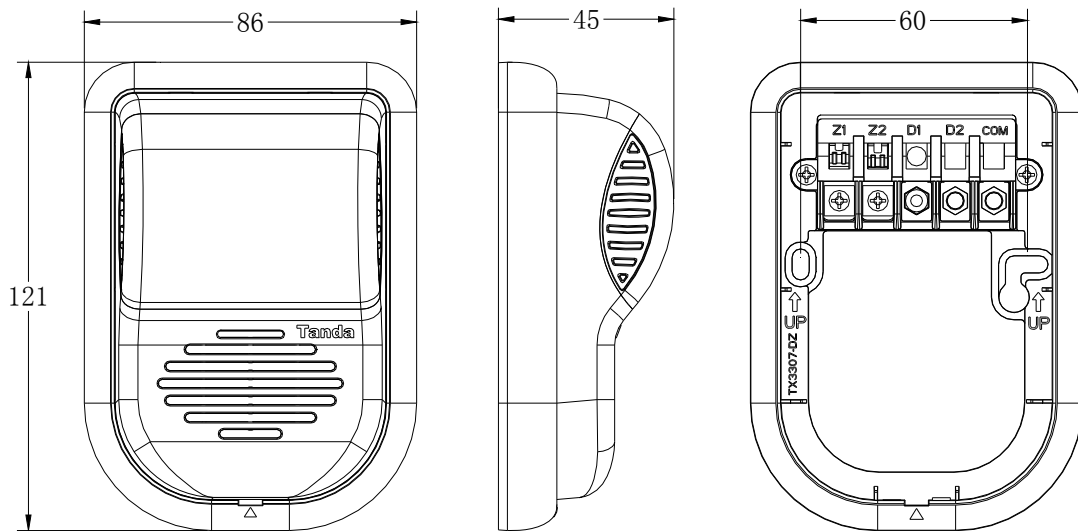

图 1 外形尺寸及安装尺寸示意图
1. 声光报警器的外形尺寸及安装尺寸如图 1 所示（单位：mm）。